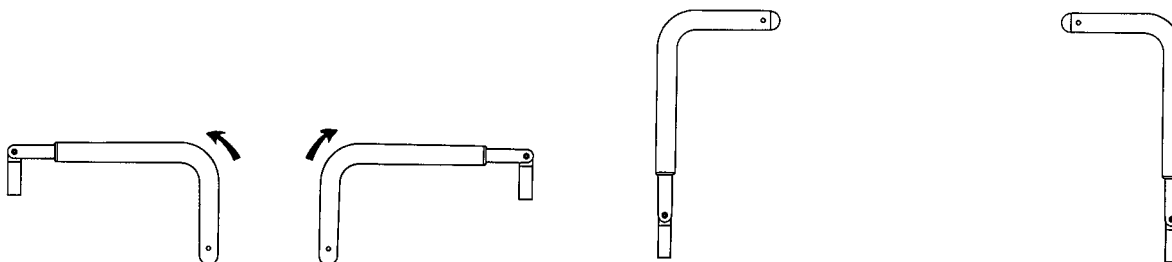

Figure 10 – Positionnement des poignées de poussée du côté tête
1. Faire pivoter les poignées vers le haut du côté tête du produit (Figure 10).